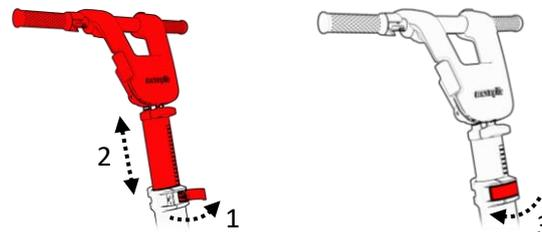

Figure 22 Levier de réglage de la console de conduite
Dégagez le levier de la barre (1) et tenez la barre pendant que vous réglez la hauteur du guidon au niveau de votre choix (2). Refermez le levier une fois terminé (3) (voir la figure 22).